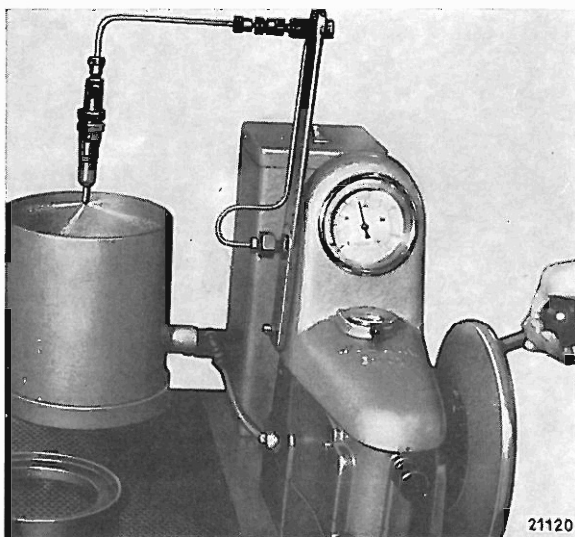

Bild 01–13/1
3. Öffnungsdruck der Düse am Düsenprüfgerät, Swkzg. 000 589 14 27 00 kontrollieren bzw. einstellen. Düse mit Düsenhalter an Düsenprüfgerät anschrauben und mit Handhebel langsam drücken, bis die Düse abspritzt (siehe Bild 01–13/1). Öffnungsdruck am Manometer ablesen (**Abspritzdruck** siehe Tabelle 07–1/1). Der Unterschied der sechs Düsen eines Motors darf nicht mehr als **5 kp/cm²** betragen.